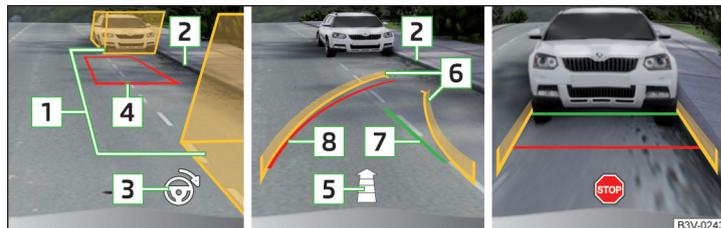

Fig. 189 Indicateur à l'écran
- Arrêter le véhicule de façon à ce qu'il n'y ait aucun obstacle dans les espaces entre les champs d'aide **1** » fig. 189 et à ce que le champ arrière ne s'étende pas au-delà de la limite latérale de l'espace de stationnement **2**.